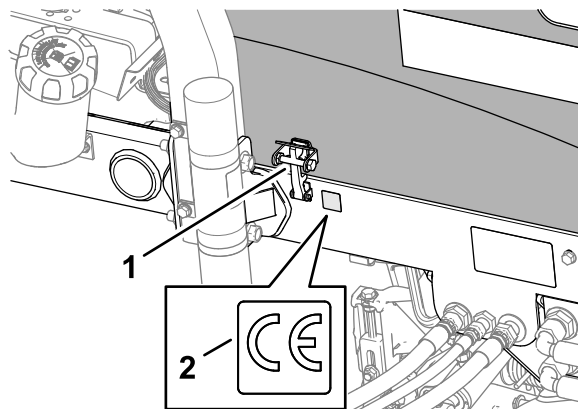

Bild 38
3. Reinigen Sie den linken Rahmen in der Nähe des Motorhaubenriegels mit Alkohol und lassen Sie den Rahmen trocknen (Bild 38).
4. Entfernen Sie die Schutzfolie und bringen Sie den CE-Aufkleber am Rahmen an, wie in Bild 38 dargestellt.